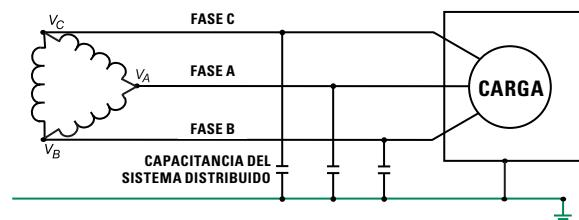

FIGURA 4
Los sistemas CA no conectados a tierra, tales como el indicados en la Figura 4, fueron usados donde la continuidad de la energía era crítica. Por ejemplo, plantas químicas o refinerías involucrando procesos que no se pueden interrumpir sin pérdidas extensas en dinero o de producto que pudieran ocurrir en sistemas sin conexión a tierra. Sin embargo, la experiencia ha probado que estos sistemas son problemáticos y se están reemplazando con sistemas de resistencia de puesta a tierra. Dos problemas mayores con los sistemas sin conexión a tierra, son los sobre voltajes transitorios y la dificultad de ubicar las fallas a tierra.
- Un sistema sin conexión a tierra no tiene un punto en el sistema que esté intencionalmente puesto a tierra (diferente a un perno de conexión eléctrica normal que siempre está presente para conectar las partes metálicas que no conducen corriente a tierra). La conexión a tierra ocurre solamente a través del sistema de capacitancia a tierra (como lo muestra la Figura 4).